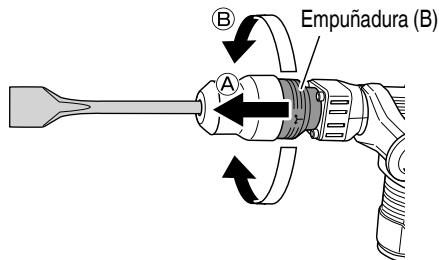

Fig. 8
(1) Como se muestra en la Fig. 8, si la empuñadura (B) se gira en el sentido de ⓑ cuando la empuñadura (B) esté girada 60 grados en el sentido de ⓐ, el ángulo de la cuchilla podrá cambiarse libremente hasta la posición deseada.